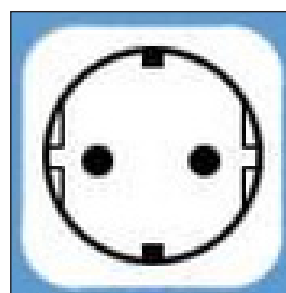

fig. 20 - Presa Schuko
- una presa a muro Schuko con messa a terra e protezione separata (fig. 20);